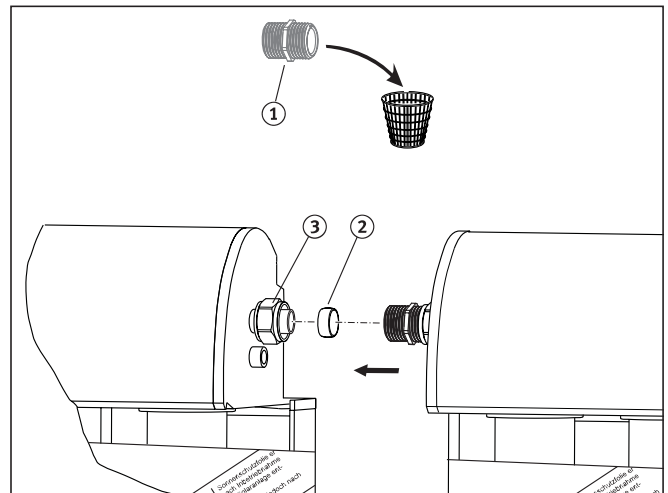

Abb. 7.2 Zwei Kollektoren miteinander verbinden
- Entfernen Sie an einem der beiden Kollektoren den Doppelnippel (Abb. 7.2, Pos. 1).